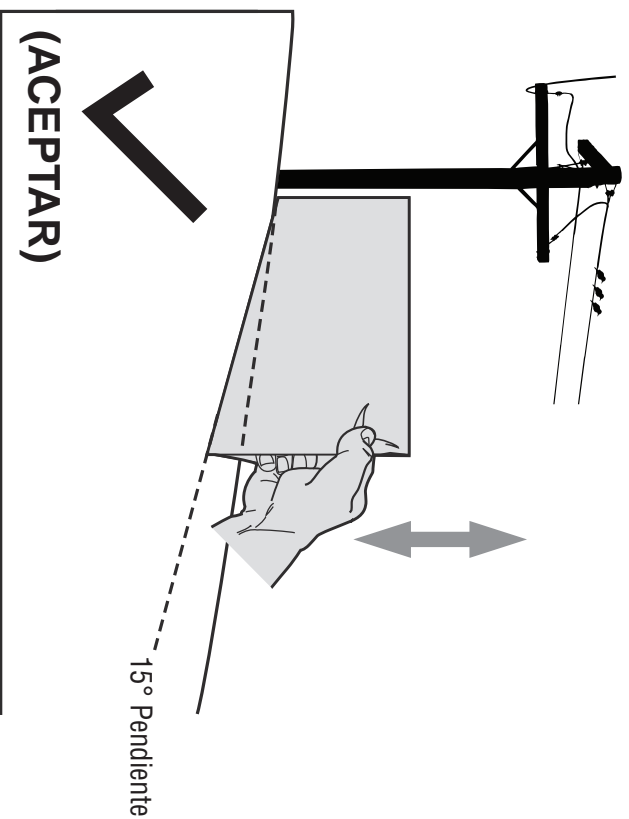
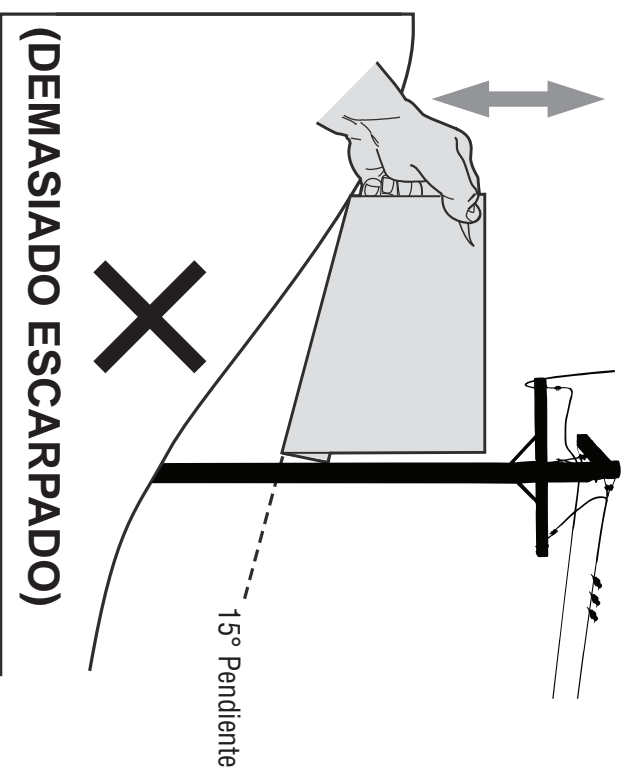

Figura 1
Figura 2
3. Alinee cada lado de pendiente de calibre con el objeto vertical (consultar Figura 1 and Figura 2).
4. Ajuste el pendiente de calibre arriba o hacia abajo hasta los toques esquina izquierda el pendiente (consultar Figura 1 and Figura 2).
5. Si hay un espacio por debajo de la pendiente de calibre, el pendiente es demasiado escarpado por operación segura (consultar Figura 2 above).